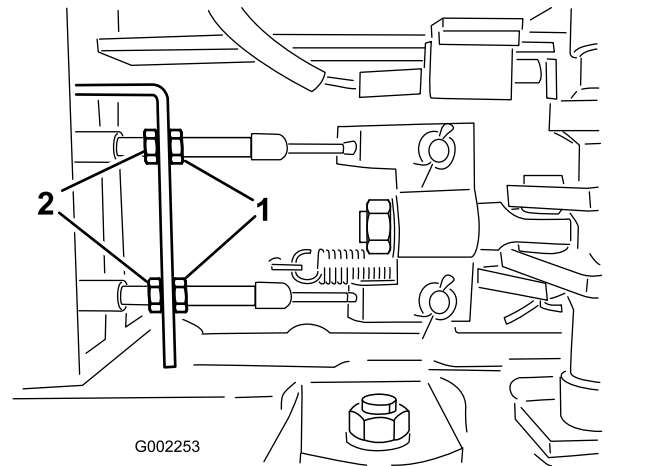

Figure 96
5. Desserrez les écrous de blocage avant sur les câbles de frein, sous l'extrémité avant du pulvérisateur (Figure 96).
6. Serrez les écrous de blocage arrière uniformément jusqu'à ce que la pédale de frein s'enfonce de 1 à 2 cm (0,5 à 1 po) avant que vous sentiez une résistance (Figure 96).